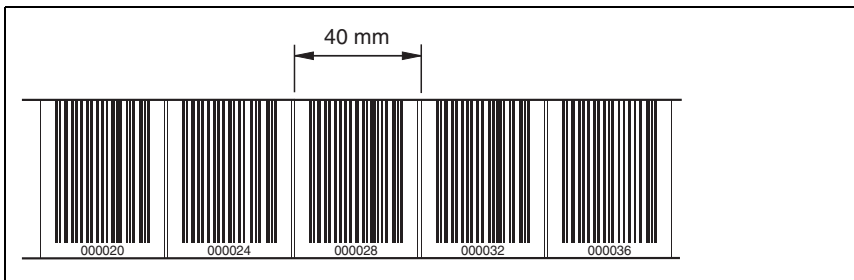

Bild 6.10: Überprüfen des Druckergebnisses BCB-Reparaturkit
3. Das Druckergebnis überprüfen, indem der Abstand zwischen zwei Codes gemessen wird (siehe Bild 6.10).